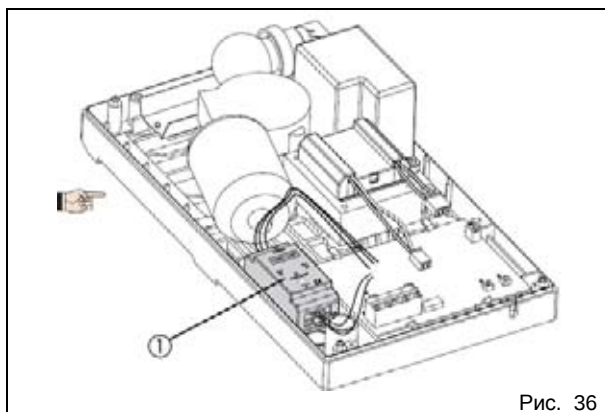

Рис. 36
Привод позволяет легко подключить систему защиты от раздавливания, так как блок управления системой защиты крепится к плате привода прямо на месте (рис. 36, поз. 1). Процедура выполняется в следующем порядке:
- Установить блок управления, как показано на рис. 36.